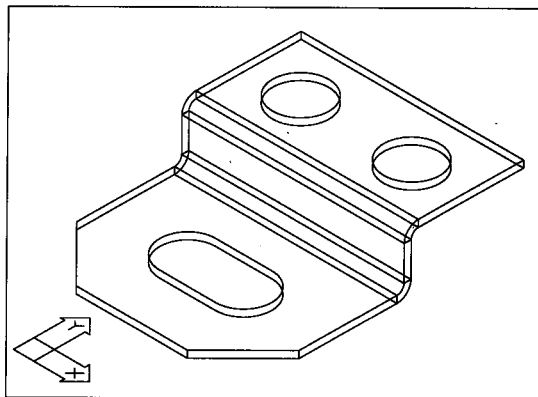

图 2-84
8. 根据图2-84回答下列问题：
9. 如果将图2-84的视点改为 $1,1,0$ ，UCS图标会发生什么变化？